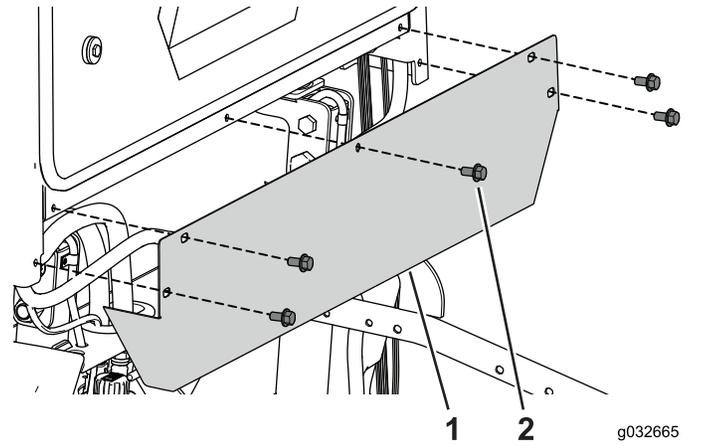

Figura 107
- Togliete i 5 bulloni che fissano il coperchio posteriore alla cabina (Figura 107).